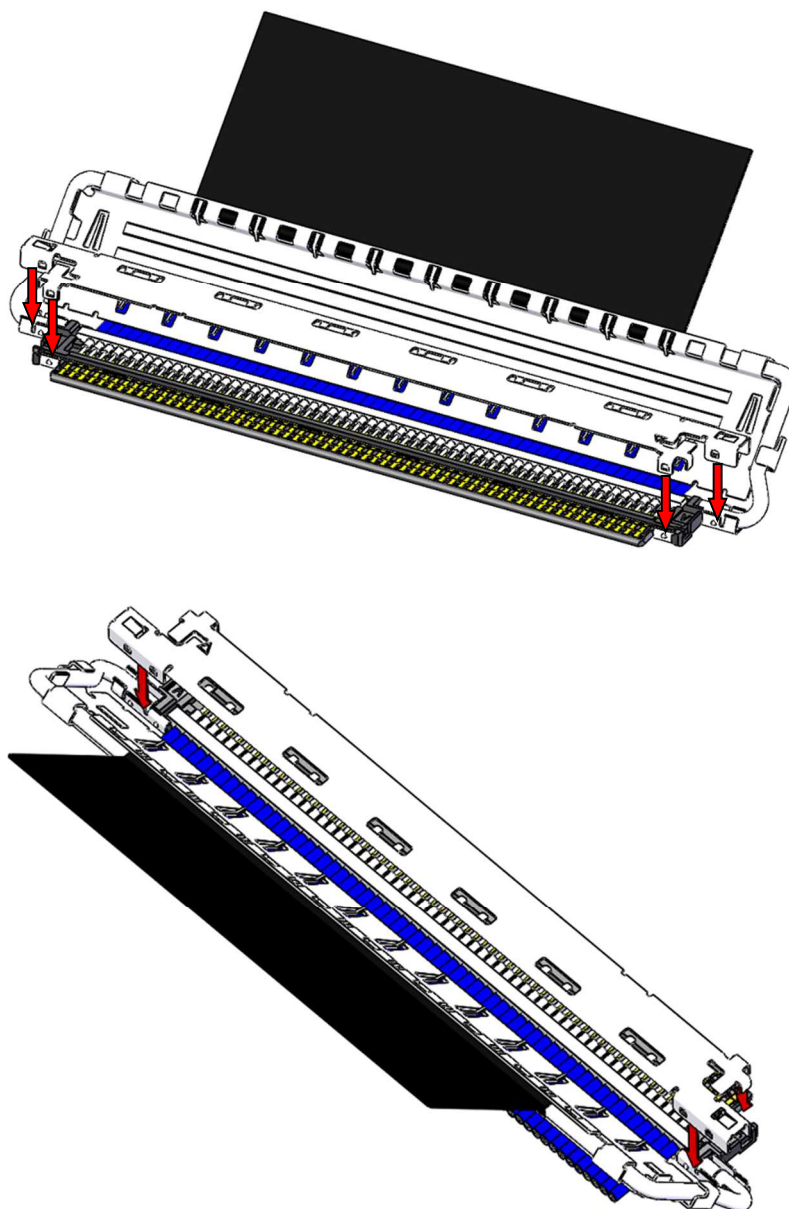

Fig.7 Assembly of SHELL-A
②Fig.7 の様に SHELL A を HOUSING ASS'Y の上側から組み付ける。